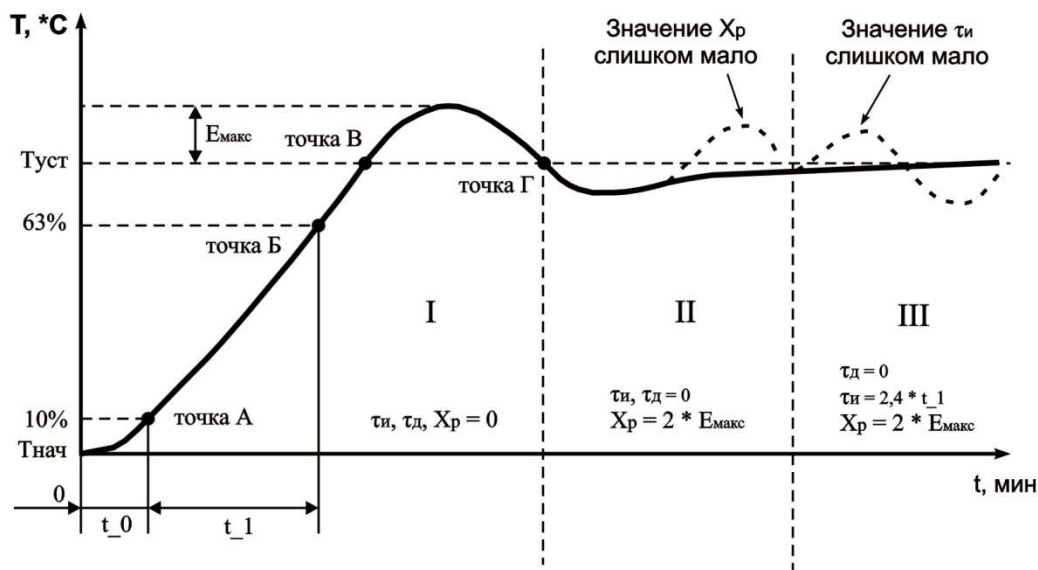

Рисунок 7.1 - Ручная настройка ПИД-регулятора
7.2.5.2.3 Установить значение параметра $c.H.1 = 3$ ($c.H.2, c.H.3, c.H.4$). После нажатия кнопки на индикаторе отобразится мигающая надпись “ $P\bar{c}d$ ” с соответствующим индикатором номера настраиваемого канала в течении времени 10 сек (время может меняться в зависимости от установленного времени фильтра $F.t.1, F.t.2, F.t.3, F.t.4$). По окончании времени регулятор выдаст непрерывный максимальный выходной сигнал и на дисплее отобразится текущая температура с точкой в младшем разряде “xxx.”. В результате чего выходное реле нагрузки будет включено до тех пор, пока не будет достигнута величина температуры равная S^P ($T_{уст}$). После выключения реле нагрузки (стадия I, точка B на рисунке 7.1) некоторое время температура по инерции будет продолжать увеличиваться. Как только контролируемая температура опустится ниже S^P ($T_{уст}$), процесс автонастройки заканчивается (точка Г рисунок 7.1), на дисплее отображается непрерывная надпись “ $P\bar{c}d$ ”. TP-101 вычисляет коэффициенты ПИД регулятора: полосу пропорциональности X_p , постоянную времени интегрирования T_i , постоянную времени дифференцирования T_d . После окончания автонастройки необходимо нажатием кнопки перевести прибор в режим программирования, в котором можно посмотреть и скорректировать полученные значения коэффициентов.
7.2.6.3.6 Измерить максимальное значение перерегулирования между точками В и Г ($E_{макс}$, рисунок 7.1).